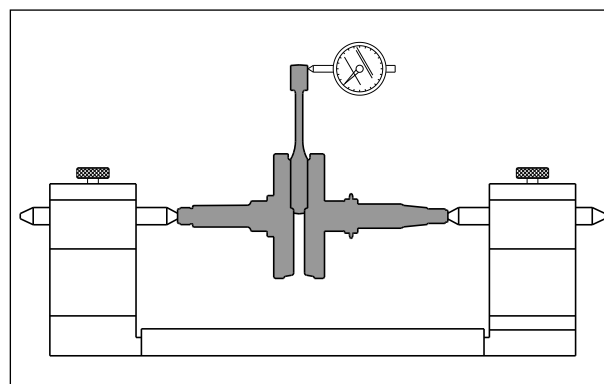

Fig. 3.163
- Meça o desgaste da extremidade maior da biela pela deflexão da extremidade menor. Se a deflexão ultrapassar o limite, substitua a árvore de manivelas por uma nova. (Fig. 3.163)